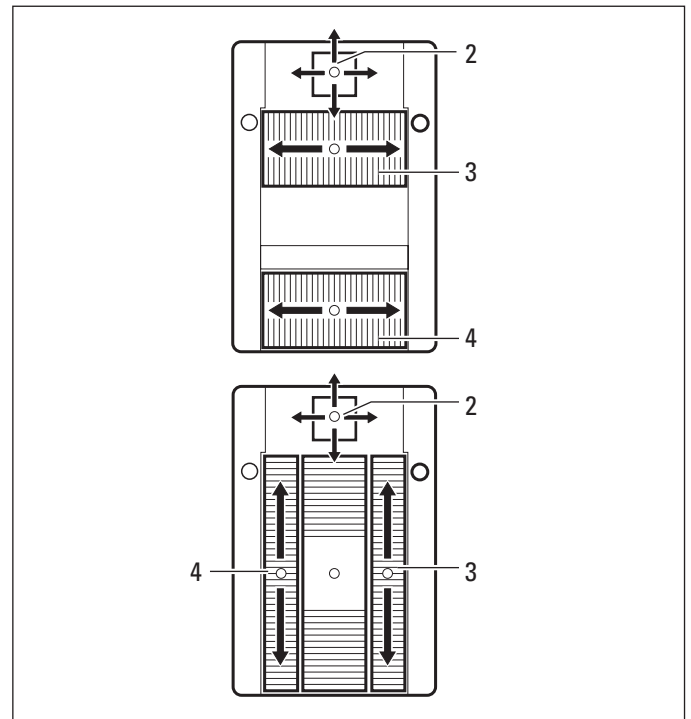

Bild 2
- ⇒ Am Hand-/Fusschalter Zoom (4), Fokus (3) und XY-Kupplung (2) betätigen (siehe Gebrauchsanweisung Operationsmikroskop Leica M620) (Bild 2).